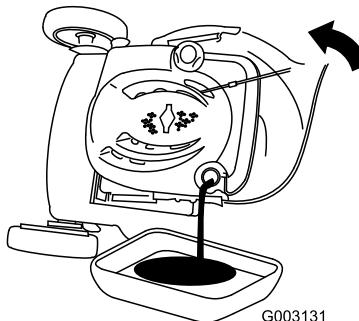

Figura 37
- Ponga el cortacésped de lado (con el filtro de aire hacia arriba) para drenar el aceite usado a través del tubo de llenado de aceite (Figura 37).